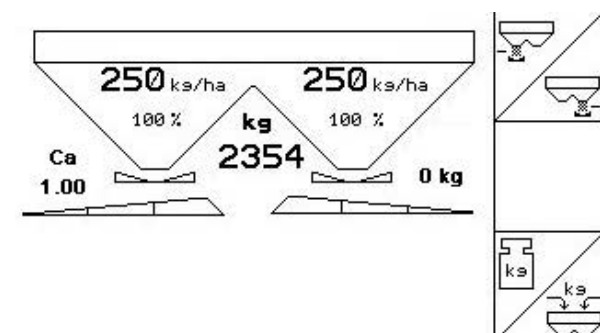

Fig. 25
-  Zu Beginn des Streuens im Arbeitsmenü (Fig. 25) das Online-Kalibrieren starten.